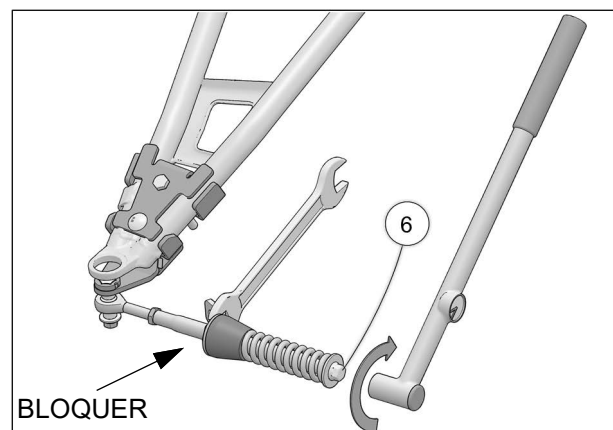

Fig. 19
10. Vérifier que le boulon du ressort (6) est serré au couple recommandé: 75 Nm [55 lb•pi]. Assurez-vous de bloquer en position, l'écrou devant l'amortisseur en caoutchouc. Voir Fig. 19